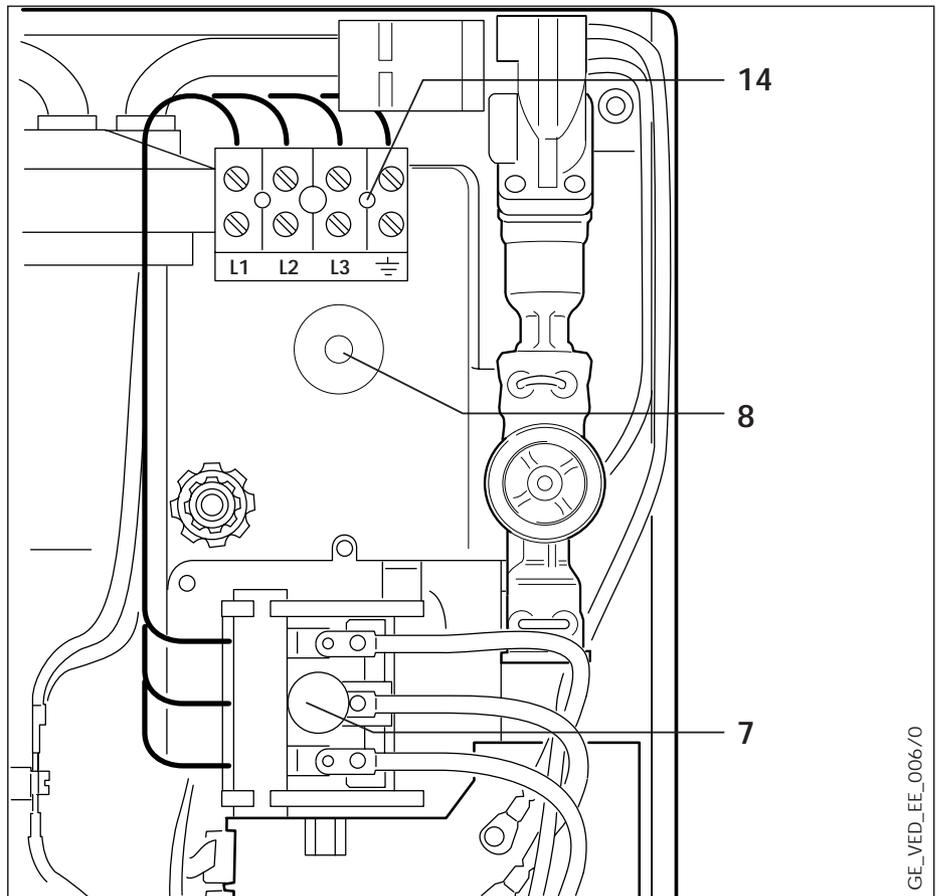

Abb. 6.1 Elektroanschluß von oben
Die Kabeleinführung kann im oberen oder im unteren Geräteteil (Abb. 6.1 und 6.2) erfolgen, ohne daß die Verdrahtung innerhalb des VED .../4 EE verändert werden muß.
Bei **Elektroanschluß von oben** (Abb. 6.1) ist die Scherbelwand für die Kabeleinführung (8) auszubereiten. Das Anschlußkabel mit der runden Strahlwasserschutztülle abdichten, und die Leitungen L1 ... L3 sowie den Schutzleiter an die Klemmleiste (14) anschließen.
Legende zu Abb. 6.1 und 6.2